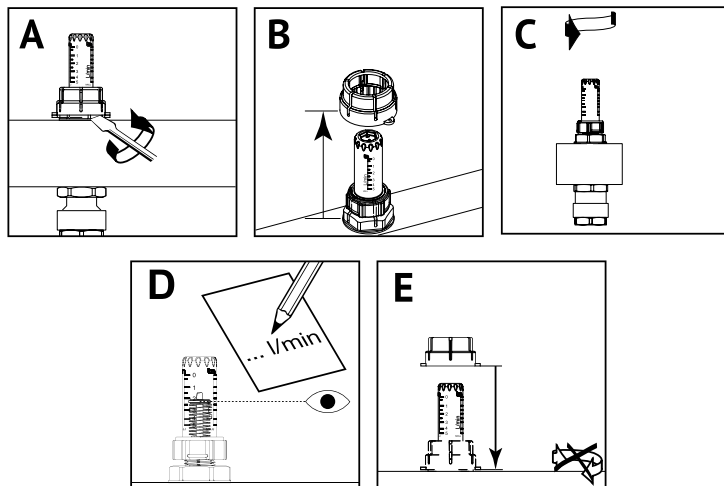

Рис. 4. Настройка балансировочного вентиля
5.4. Настройка балансировочного вентиля (Рис.4).
- Настройте поток через отвод. Для этого, вращая гайку по часовой стрелке, установите необходимый расход, опираясь на показания расходомера (D);